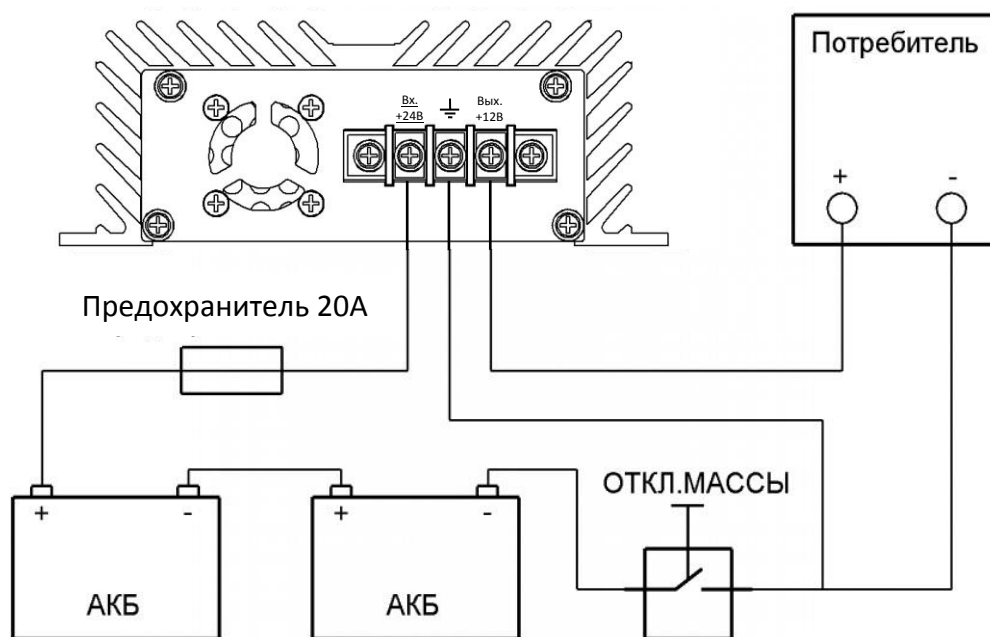

Рис. 1: Схема подключения устройства
4.3 Подключите клемму «+24В» преобразователя к бортовой сети автомобиля через дополнительно установленный предохранитель. Номинал дополнительного предохранителя — 20А; (См. рис. 1).